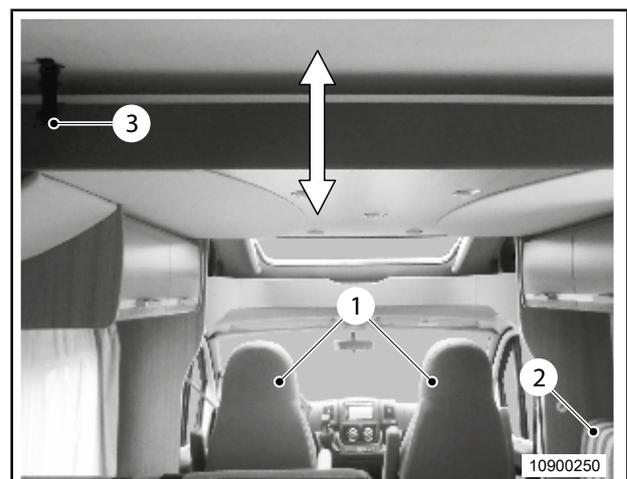

Fig. 28 Letto basculante azionabile manualmente
1. Allentare le cinture di sicurezza (Fig. 28, pos. 3).
2. Spingere i sedili (Fig. 28, Pos. 1) completamente in avanti.
3. Rimuovere i poggiatesta e i cuscini della dinette (Fig. 28, Pos. 2).